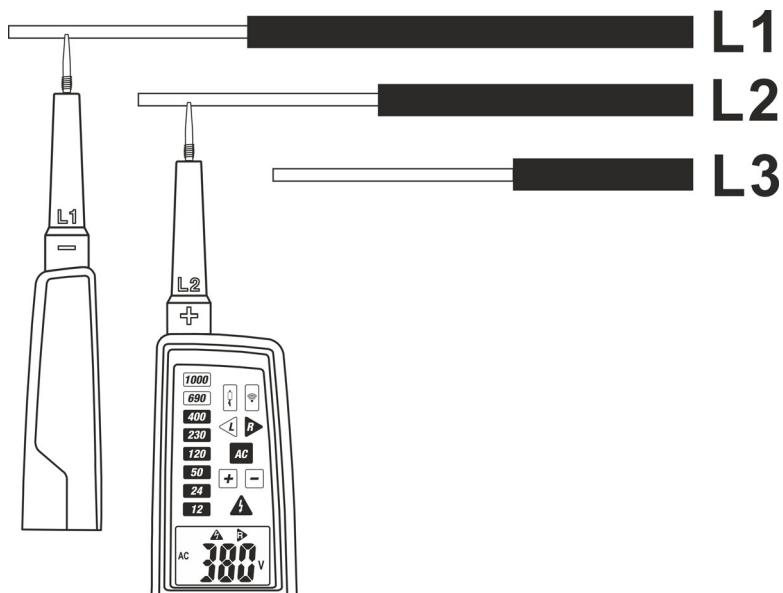

Fig. 8: Sentido cílico das fases
2. Ligar as ponteiras **L1** à fase L1 e a ponteira **L2** à fase L2 do sistema trifásico em teste (ver Fig. 8). A medição é efetuada **apenas com contacto das ponteiras na parte metálica dos condutores**